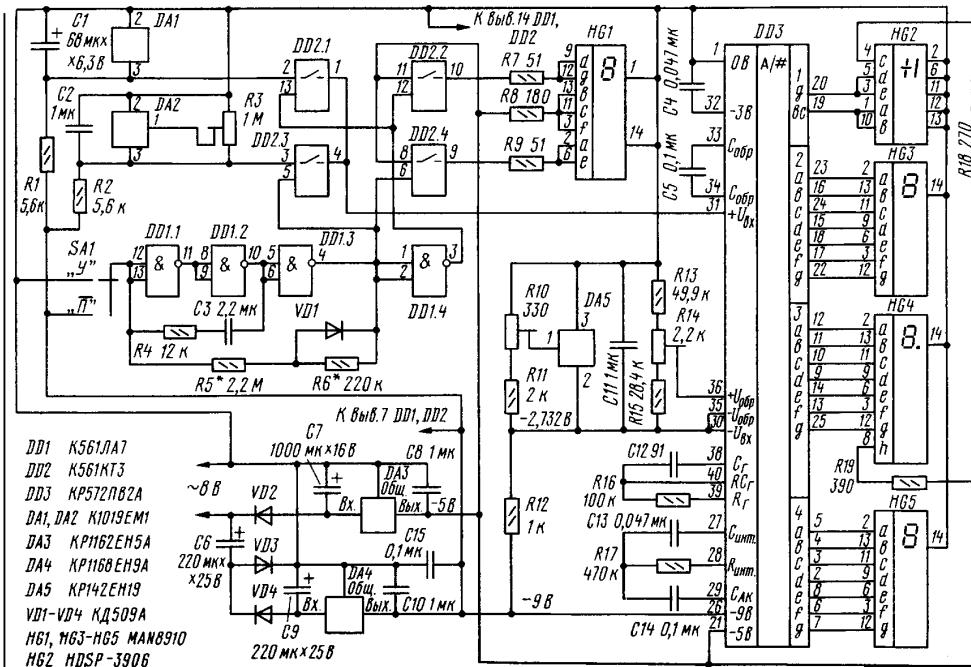

рис. 1
**С.Бирюкова** ("Радио", 3/2000) описан цифровой термометр, имеющий два переключаемых датчика, что позволяет контролировать температуру воздуха в помещении и на улице. Прибор (рис.1) выполнен на базе аналого-цифрового преобразователя (АЦП) KP572ПВ2А (DD3). Датчики температуры – микросхемы K1019ЕМ1 (DA1, DA2). (Об этих микросхемах см. статью в "РА" 6/99). Рабочий ток через эти